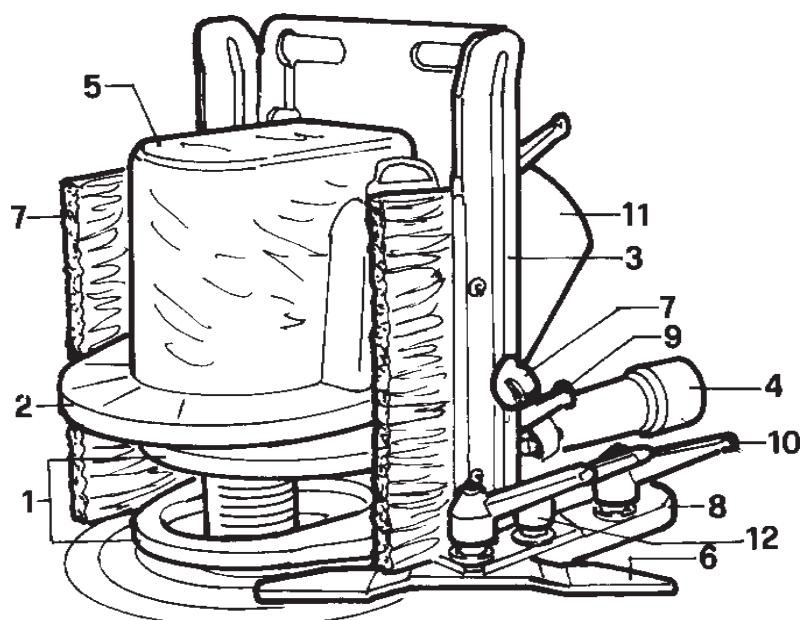

Fig. 3.6.3
### 3.6.2 PROTEZIONI PER LAVORI ALL' ALBERO Fig. 3.6.3 (PER LAVORAZIONI NEI DUE SENSI ORARIO/ANTIORARIO)
Nota: il convogliatore dell'aspirazione va tenuta come da Fig. 3.6.3.
N.B The extraction conveyor is to be positioned as showm in Fig. 3.6.3.
NOTA: El encauzador da aspiración debe tenerse come se indica en la Fig. 3.6.3.
Usare la guida (6) fissata solidamente al supporto (Fig. 3.6.3).